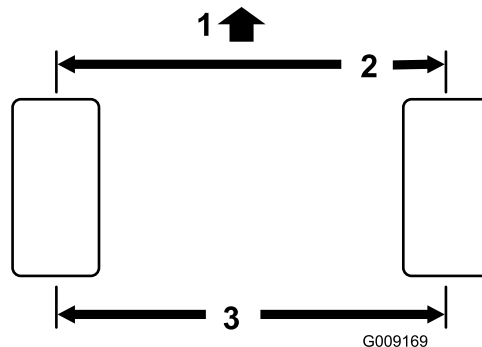

图 60
1. 测量前、后转向轮胎中心到中心轮轴高度的距离 (图 60)。